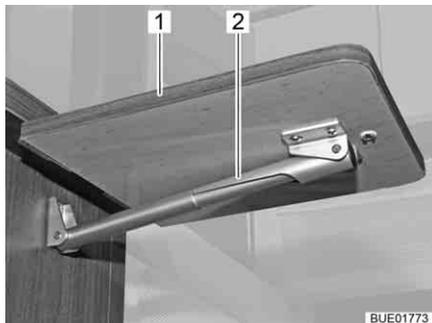

Bild 137 Thekenklapptisch, ausgeklappt
- Thekenklapptisch (Bild 137,1) mit leichtem Zug von der Magnethalterung lösen.
- Tischplatte nach oben schwenken, bis die Fixierung der Teleskophalterung (Bild 137,2) greift.